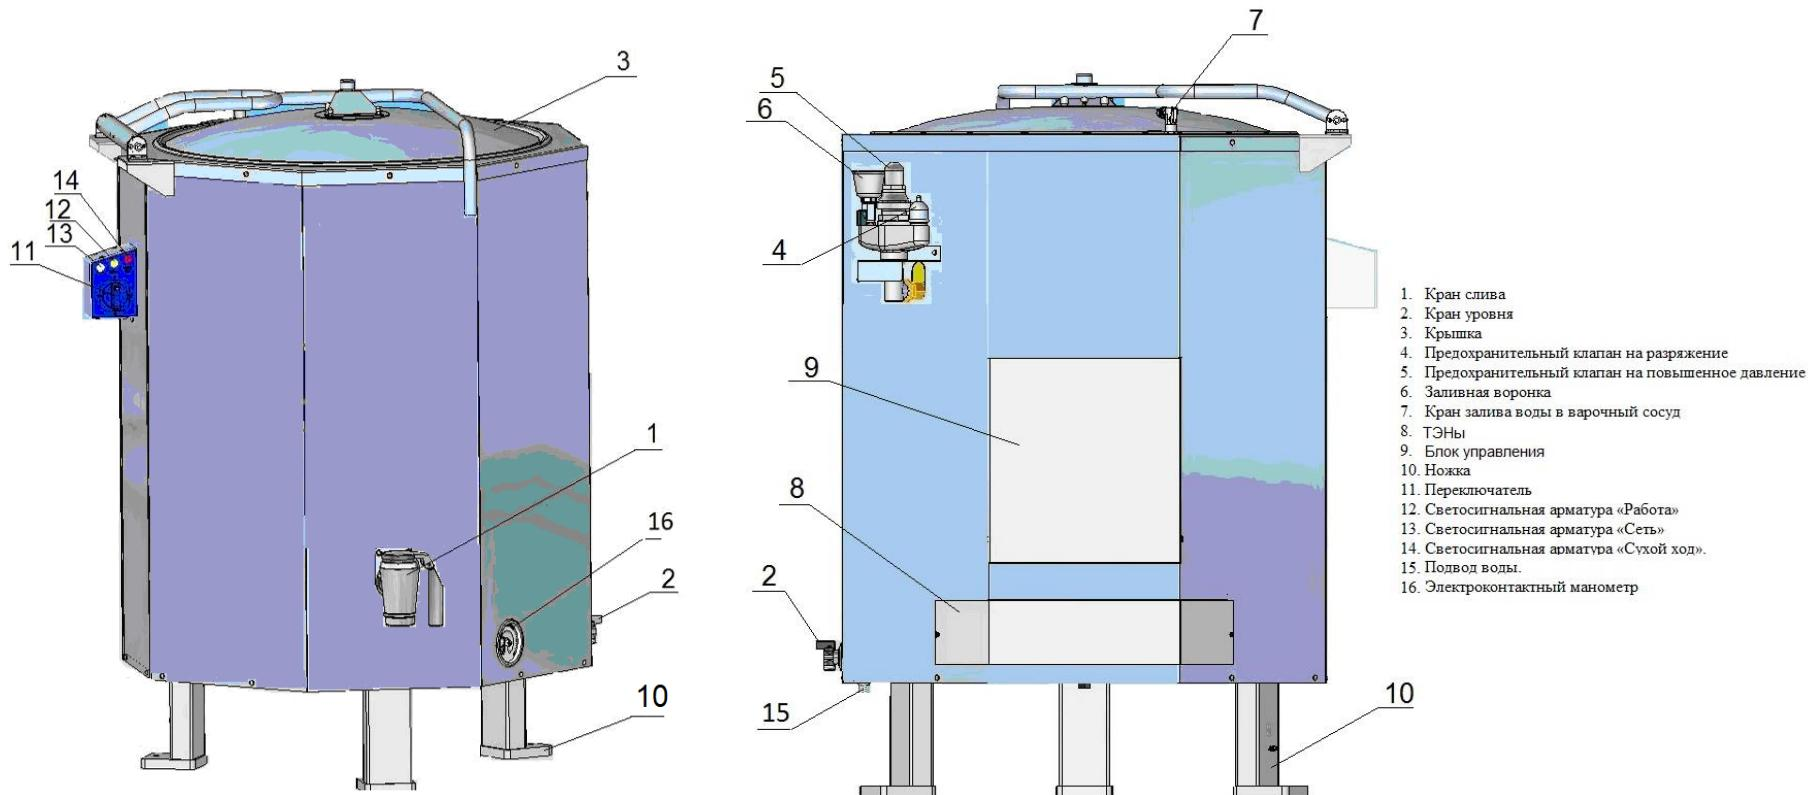

Рис.2
- открыть кран заливной воронки (рис. 2 поз. 6)
- открыть кран уровня (рис. 2 поз. 2);
- установить переключатель включения котла в положение «1» (рис. 2 поз. 11). Визуально проконтролировать загорание светосигнальной арматуры «Сухой ход» (рис. 2 поз. 13.);
- установить переключатель в положение «0» (рис. 2 поз. 11);
- установить переключатель включения котла в положение «1» (рис. 2 поз. 11);